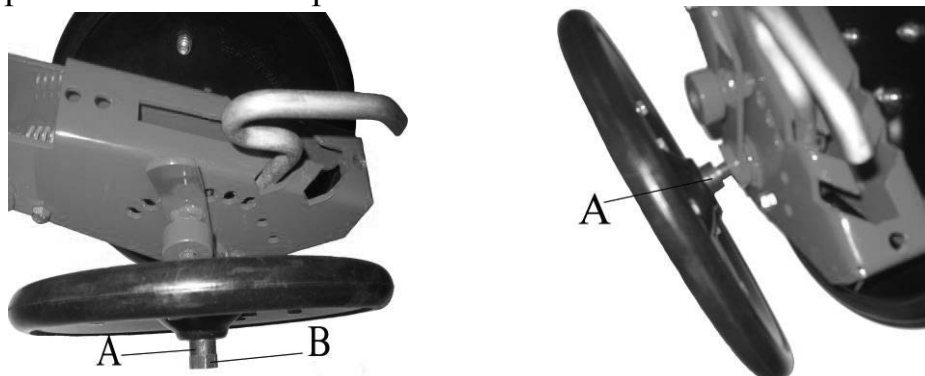

Рис. 15
На рис. 15 показан второй способ.
1. Откручиваем болты **В** рис.15 (на левой стороне левая резьба).